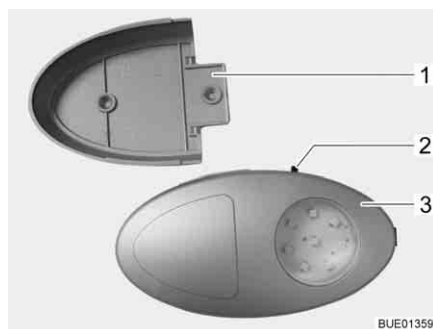

Fig. 67 Eclairage de la penderie
- ▷ Il est possible d'extraire l'éclairage de la penderie de son support vissé (Fig. 67, 1) et de l'utiliser comme lampe de poche.
Le bouton Marche/Arrêt (Fig. 67, 2) se trouve directement sur l'éclairage de la penderie (Fig. 67, 3).